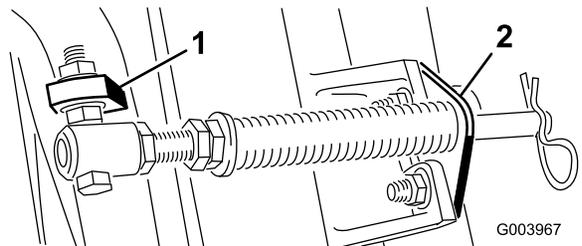

图5
- C. 将弹簧管栓安装到承载架的另一个凸耳上，并使用凸缘螺母固定。如图 5 所示，将螺栓头朝向凸耳外侧。
- D. 使用车身螺栓和螺母将杆支架固定到滚刀组凸耳上（图 5）。